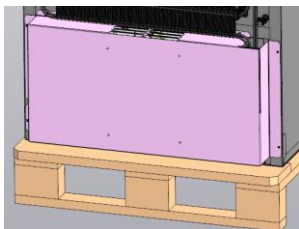

Рисунок 8.2.1 – Задняя решетка
1. Снимите заднюю решетку для доступа к машинному отделению (рисунок 8.2.1);